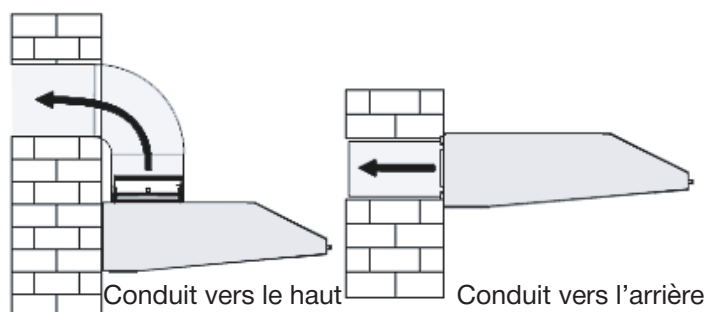

Figure 15
- Raccorder le conduit au registre et à l'évent d'évacuation extérieure. (Figure 15)